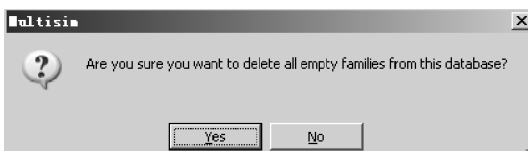

图 2-72 删除空元器件系列提示对话框
2) 单击  按钮，弹出提示对话框，询问是否要删除所有空元器件系列，如图 2-72 所示。
(4) 修改用户使用标题：Multisim 11 允许用户修改元器件数据库中的用户使用标题，具体修改方法如下：